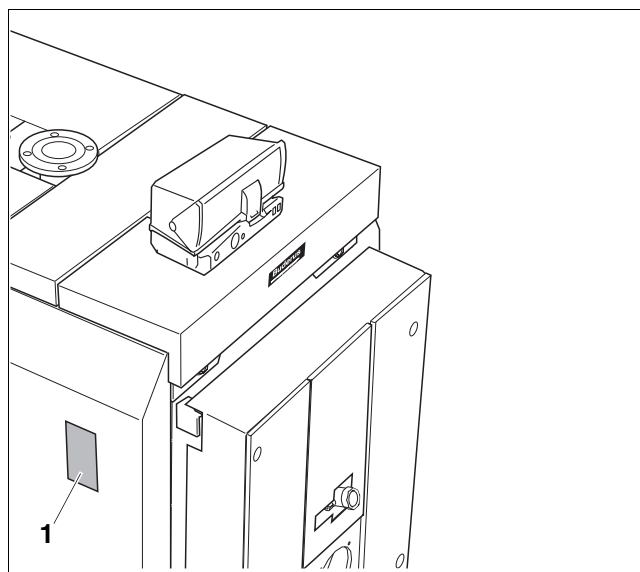

Fig. 45 Fixation de la plaque signalétique
- Coller la plaque signalétique (fig. 45, **pos. 1**) selon les conditions locales sur la paroi latérale gauche ou droite.